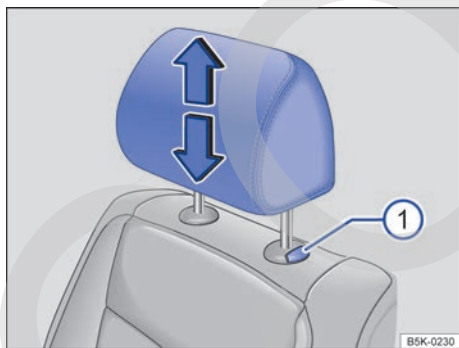
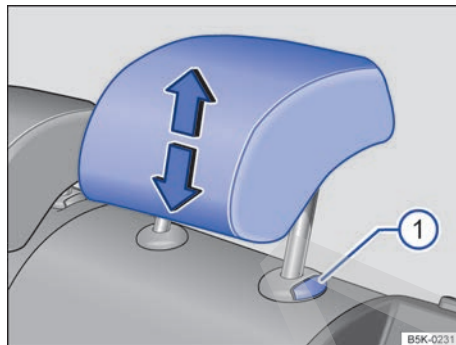

Fig. 73 Apoyacabezas delantero: ajuste.
Fig. 74 Apoyacabezas trasero: ajuste.
- Desplace el apoyacabezas hacia arriba o hacia abajo en el sentido de la flecha correspondiente; en caso necesario, presione al mismo tiempo la tecla → fig. 73 ① o → fig. 74 ① → ⚠ en *Introducción al tema* de la pág. 81.